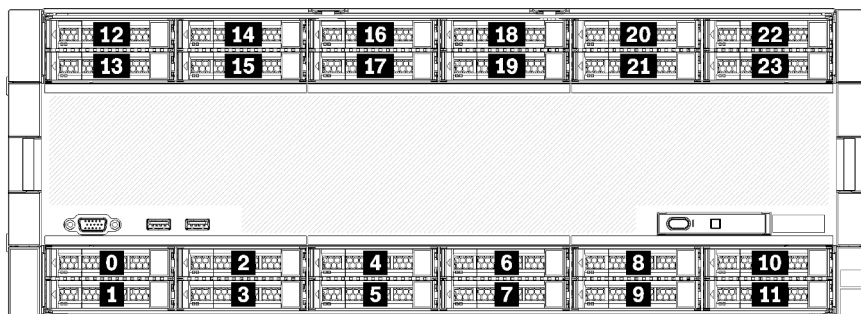

Figura 3. Locais do compartimento de unidade
- As duas unidades superiores oferecem suporte a unidades SAS, SATA ou de interface de NVMe (Lenovo AnyBay). O servidor pode oferecer suporte a até 12 unidades NVMe, dependendo da configuração do servidor. Os compartimentos de unidade NVMe são os compartimentos com numeração par, conforme mostrado em Figura 3 "Locais do compartimento de unidade" na página 16.